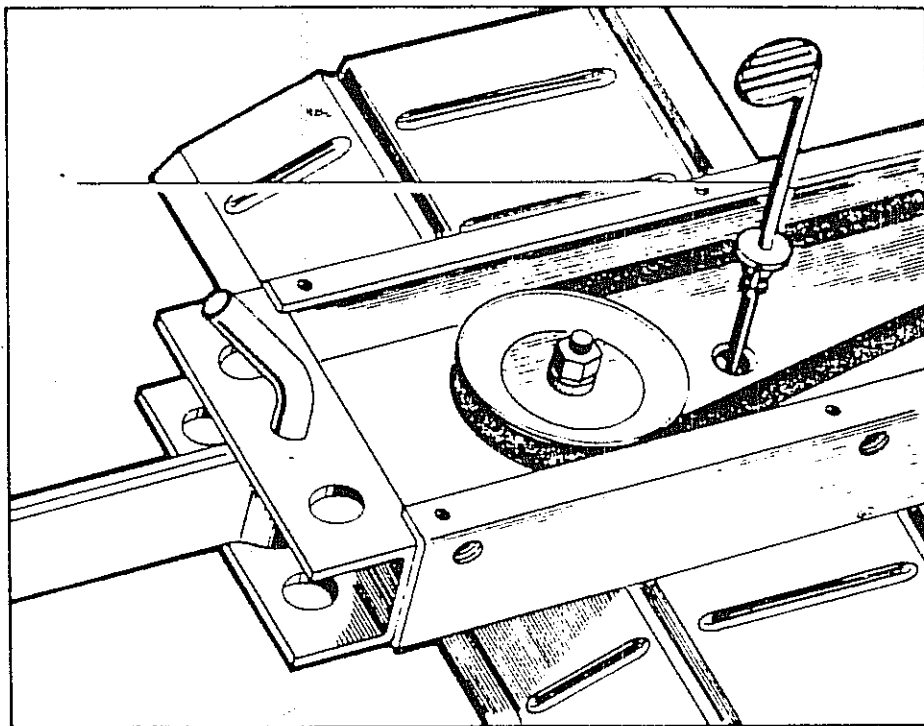

FIG. 11
Verificare il livello dell'olio prima dell'avviamento del motore. Il livello dell'olio deve essere compreso fra i minimi MIN e MAX ricavati sull'apposita asta (vedere fig. 11 particolare 1).
Ogni 60 ore di lavoro — sostituire l'olio. Togliere l'astina di livello (vedere fig. 11), capovolgere la motozappa e quindi lasciare sgocciolare per almeno dieci minuti.
Check for oil level before starting engine. Oil level should be found within marks MIN and MAX on oil stick (see fig. 11 item 1).
Every 60 hours - change oil. Take out oil stick (see fig. 11), overturn the motor-cultivator and let oil drip out for at least ten minutes.
Lubrifiant — utiliser de l'huile A.P.I. GL-4 - SAE 80 W (AGIP BLASIA 77 - AGIP F1 ROTRA 80 W - ESSO GEAR OIL GX 80 W). Vérifier le niveau de l'huile avant le lancement. Le niveau doit se trouver entre les limites MIN et MAX indiquées sur la jauge à huile (voir 1 fig. 11).
Toutes les 60 heures — changer d'huile. Sortir la jauge (voir fig. 11), renverser la motopompe et laisser égoutter pendant dix minutes.
Ölstand vor dem Motoranlass prüfen. Der Ölstand muss zwischen den Grenzen MIN und MAX auf dem betreffenden Ölmesstab liegen (siehe Bild 11, Detail 1).
Alle 60 Stunden - Öl wechseln. Den Ölmesstab abziehen (siehe Bild 11), die Motorhacke auf den Kopf stellen und das Öl über mindestens 10 Minuten hinaus abfließen lassen.